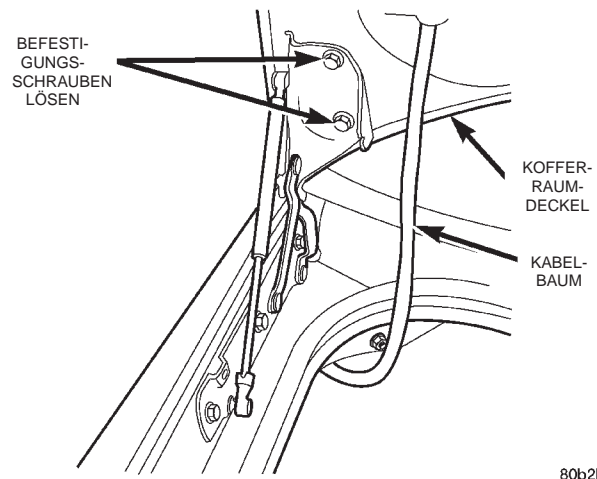

Abb. 17 Kofferraumdeckel
(3) Je nach Ausstattung, den Kabelbaum-Steckverbinder abziehen.
(4) Schrauben lösen, mit denen das Scharnier oben am Kofferraumdeckel befestigt ist.
(5) Mit Hilfe eines Assistenten die Schrauben lösen, mit denen das Scharnier unten am Kofferraumdeckel befestigt ist (Abb. 17).
(6) Kofferraumdeckel vom Fahrzeug abnehmen.